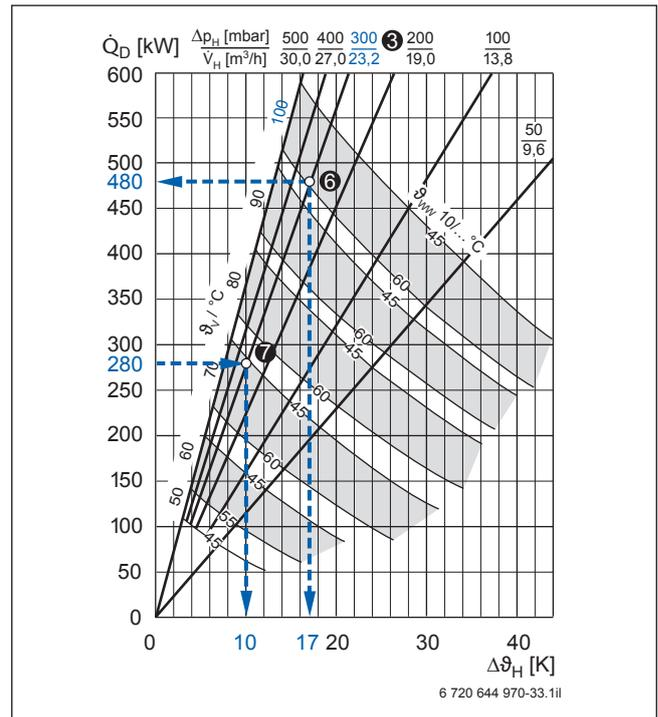

Bild 44 Warmwasser-Dauerleistung Logalux LTN2500 und LTN3000; Beispiel blau hervorgehoben (Abhängige Größen → Bild 39, Seite 55, Vorlage → Bild 86, Seite 115)
Zweckmäßigerweise ist vorab aus den verfügbaren Daten die k-Zahl für einen realen Betriebspunkt mit übertragbarer Leistung zu berechnen. Dazu wird der Speichertyp Logalux LTN ❶ gewählt. Mit dem zugehörigen Dauerleistungsdiagramm lässt sich als Druckverlustlinie die Kurve bei $\Delta p_H = 300 \text{ mbar}$ als zutreffend annehmen (Beispiel → Bild 44, ❷). Diese ist für die weitere Berechnung beizubehalten. Damit ist eine konstante Strömungsgeschwindigkeit im Wärmetauscher festgelegt.